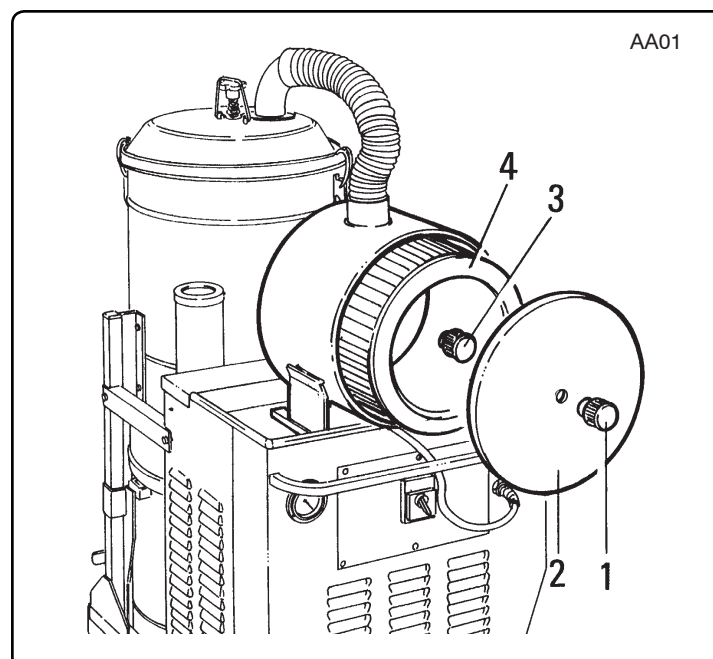

Fig. 8.5.4
8.5.3 - Sostituzione del filtro negli aspiratori nella categoria d'impiego "K1" fig. 8.5.4
8.5.3 - Changing the absolute filter on "K1" version vacuum fig. 8.5.4
8.5.3 - Sustitución del filtro en los aspiradores de la categoría de empleo "K1" (fig. 8.5.4)
8.5.3 - Het vervangen van filters in de gebruikerscategorie "K1" (Afb. 8.5.4)